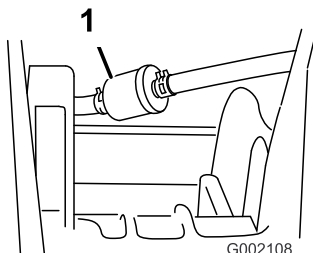

Bild 37
5. Entfernen Sie die Klemmen, mit denen der Kraftstofffilter an den -leitungen befestigt ist (Bild 37).